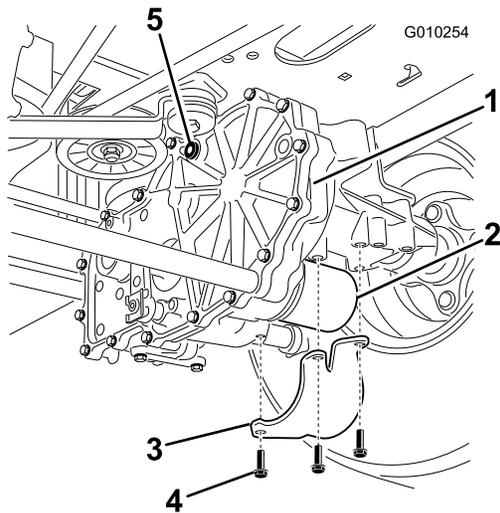

Figure 51
3. Localisez le filtre et les protections sur chaque transmission de la boîte-pont (Figure 51).